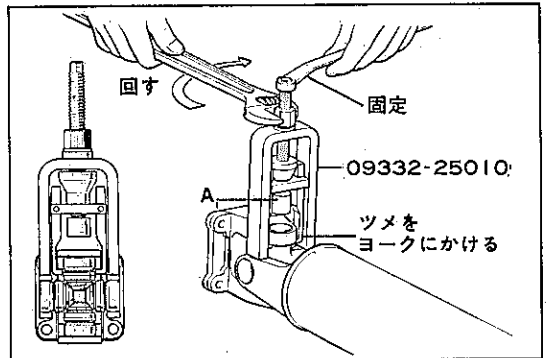

図4-2-15 ユニバーサル ジョイント分解 (1) M9830
1. 図4-2-15のAがスパイダ ベアリングに当たらないよう十分上げておく。